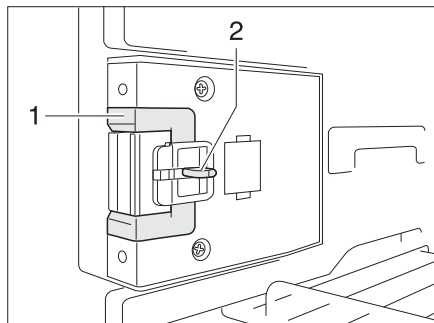
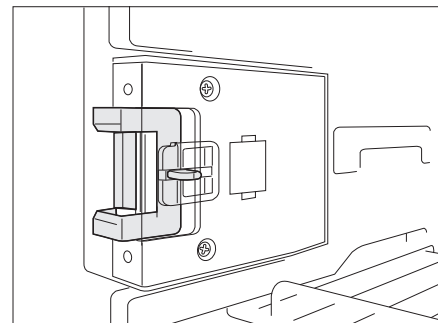

Fig. 140 Dispositivo de cierre en posición normal
Fig. 141 Dispositivo de cierre en posición de ventilación
- Empujar el desbloqueo (Fig. 140,2) hacia dentro.
- Empujar el dispositivo de cierre (Fig. 140,1) hacia delante (Fig. 141).